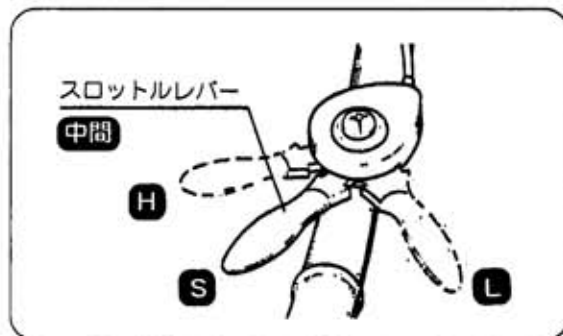

図32
(図32)
- 3 スロットルレバーを全開 [高・H] 位置にします。(図32)